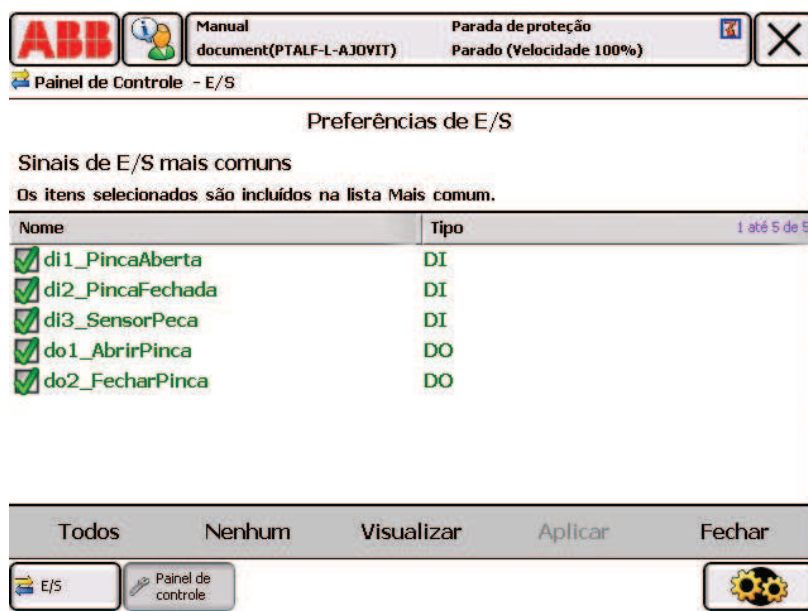

Figura 40 - Configuração de sinais mais comuns para visualização.
- Seleccionar a opção *E/S* (ver Figura 40). Será mostrada uma lista de todos os sinais disponíveis.